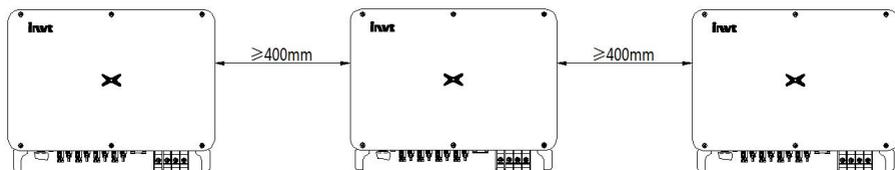

Figura 4.5 Requisiti dimensionali per l'installazione affiancata
(4) La superficie di installazione dovrebbe essere perpendicolare alla linea orizzontale, come mostrato nella Figura 4.5. Installare l'inverter in posizione verticale o all'indietro di $\leq 15^\circ$ per facilitare la dissipazione del calore della macchina. Non inclinare l'inverter in avanti, orizzontalmente, capovolgendolo, inclinandolo troppo o lateralmente.